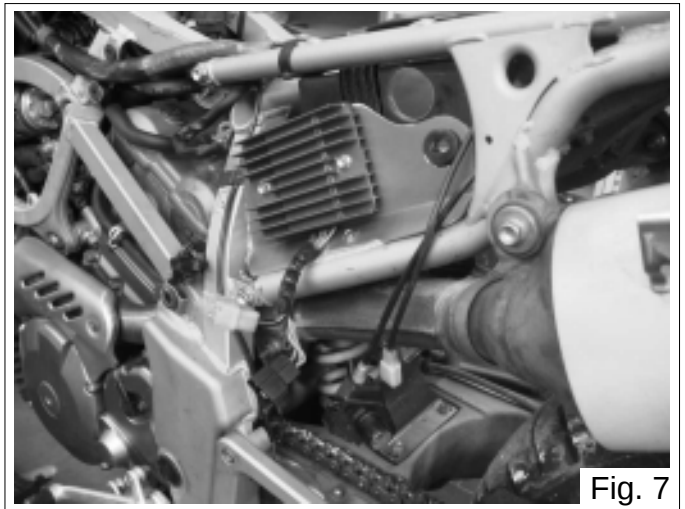

Fig. 7
- Den Regler mit den Originalschrauben befestigen (Fig.7)